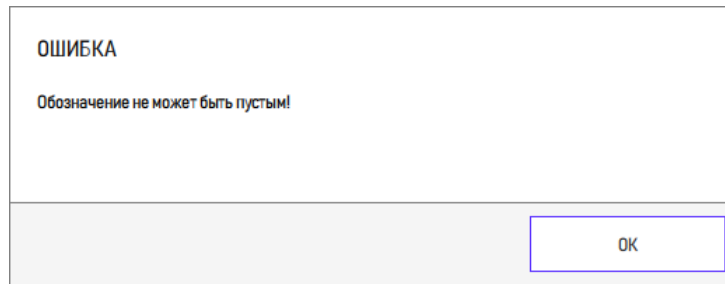

Рисунок 17 – Сообщение об ошибке при пустом обозначении
4) Если не было введено никакое значение, появится сообщение об ошибке (рисунок 17).